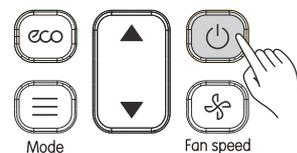

Figura 3.3
- 1) Pressione  (Figura 3.3) no controle remoto. A unidade terminal começa a funcionar;